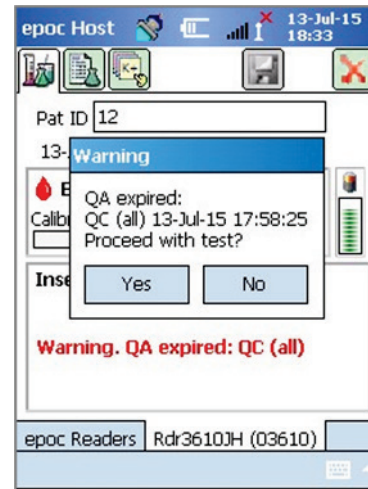

Figure 57
- Lorsque l'utilisateur insère une Carte-test, un message contextuel apparaît, invitant l'utilisateur à confirmer l'exécution du test (Figure 57).